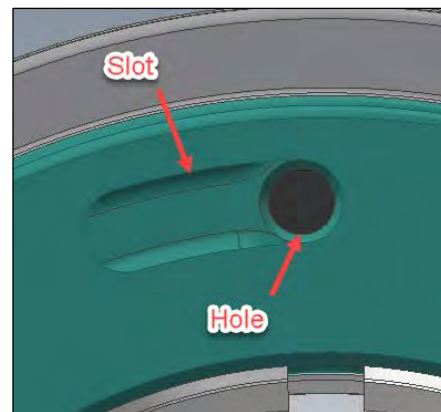

Рис. 17. Положение отверстия винта в пазу
4. Постарайтесь отцентрировать пустые отверстия для болтов с головкой под ключ в зажимной втулке подшипника относительно самого правого торца пазов натяжной гайки (см. Рис. 17).